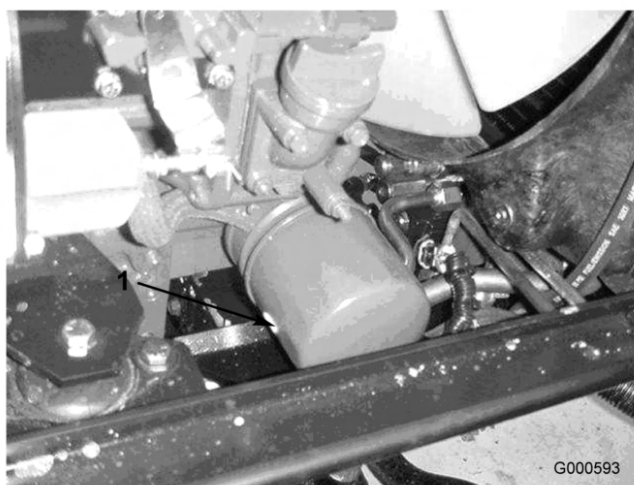

Figure 35
- Déposez le filtre à huile (Figure 35). Appliquez une fine couche d'huile propre sur le joint du filtre de rechange avant de le visser en place. Ne serrez pas excessivement.